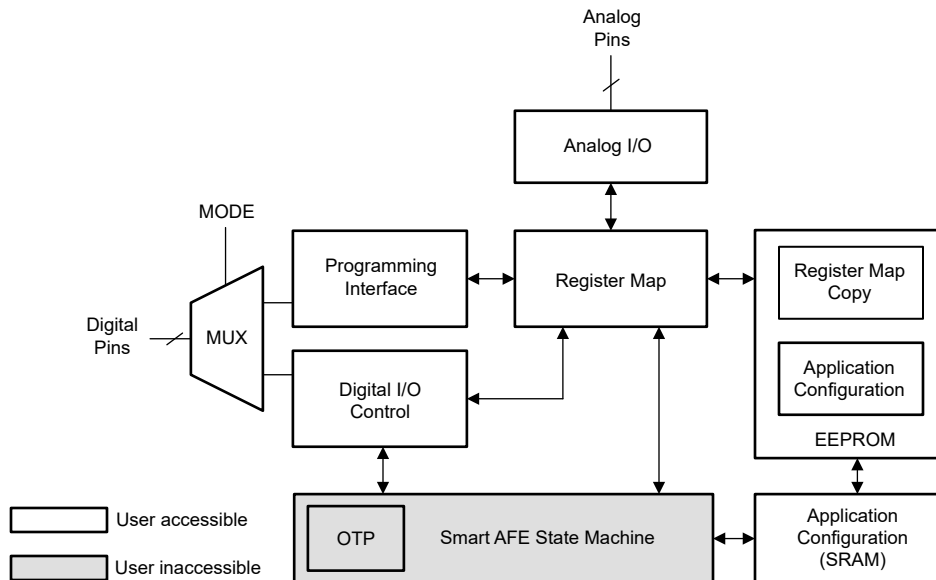

图 7-4. 智能 AFE 架构
AFE39xx 具有一个支持算术、逻辑和时序操作的可编程状态机，如图 7-4 所示。该状态机已预先编程为比例积分 (PI) 控制器，允许用户对系数和输入/输出参数进行编程。节 7.4.6 中详细讨论了 PI 控制器。用户配置存储在 NVM 中，状态机可以在独立模式下运行，无需连接到处理器 (无处理器运行模式)